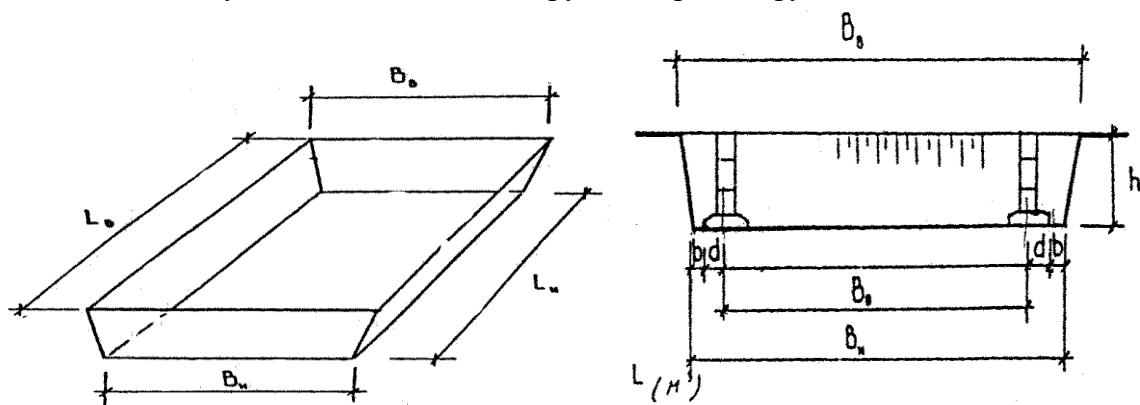

Рис. 2 Схема котлована
1.Определение ширины B_n , м и длины L_n , м котлована по дну (см. рис.2 Схема котлована) по формулам: